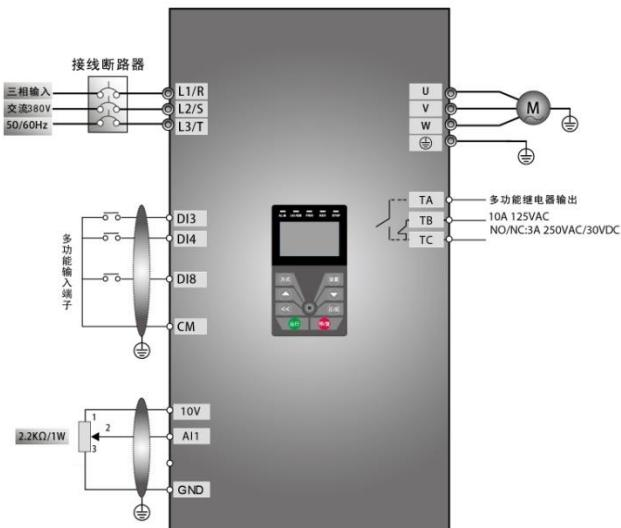

图 4-3 接线图 3
- (1) 按图 4-3 配线，检查接线正确后，合上空气开关，变频器上电。注意：外部模拟信号设定电位器可选择 2K~5K 电位器。对于精度要求高的场合请选择精密多圈电位器，接线使用屏蔽线，屏蔽层近端可靠接地。